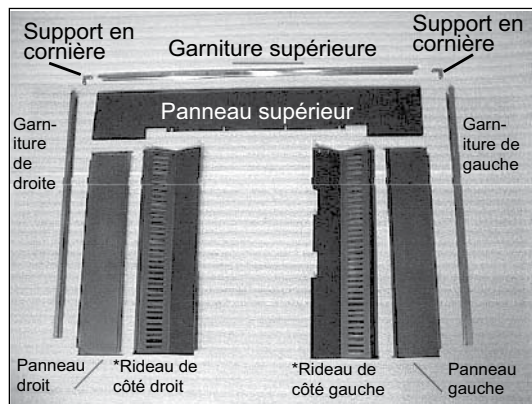

Figure 24.1
- Sortez les pièces de l'emballage et les placer face cachée (brides vers le haut) sur une surface non abrasive comme indiqué à la **Figure 24.1**. Installez (1) une vis 203 mm (8 po)-813 mm (32 po) x 9,5 mm (3/8 po) dans la languette inférieure du panneau latéral.